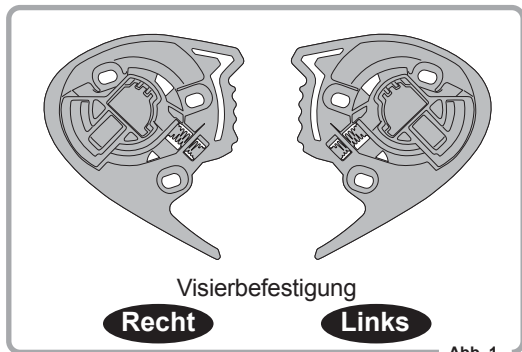

Abb. 1
1. Zunächst überprüfen, welche Visierbefestigung auf welche Seite gehört (Abb. 1).